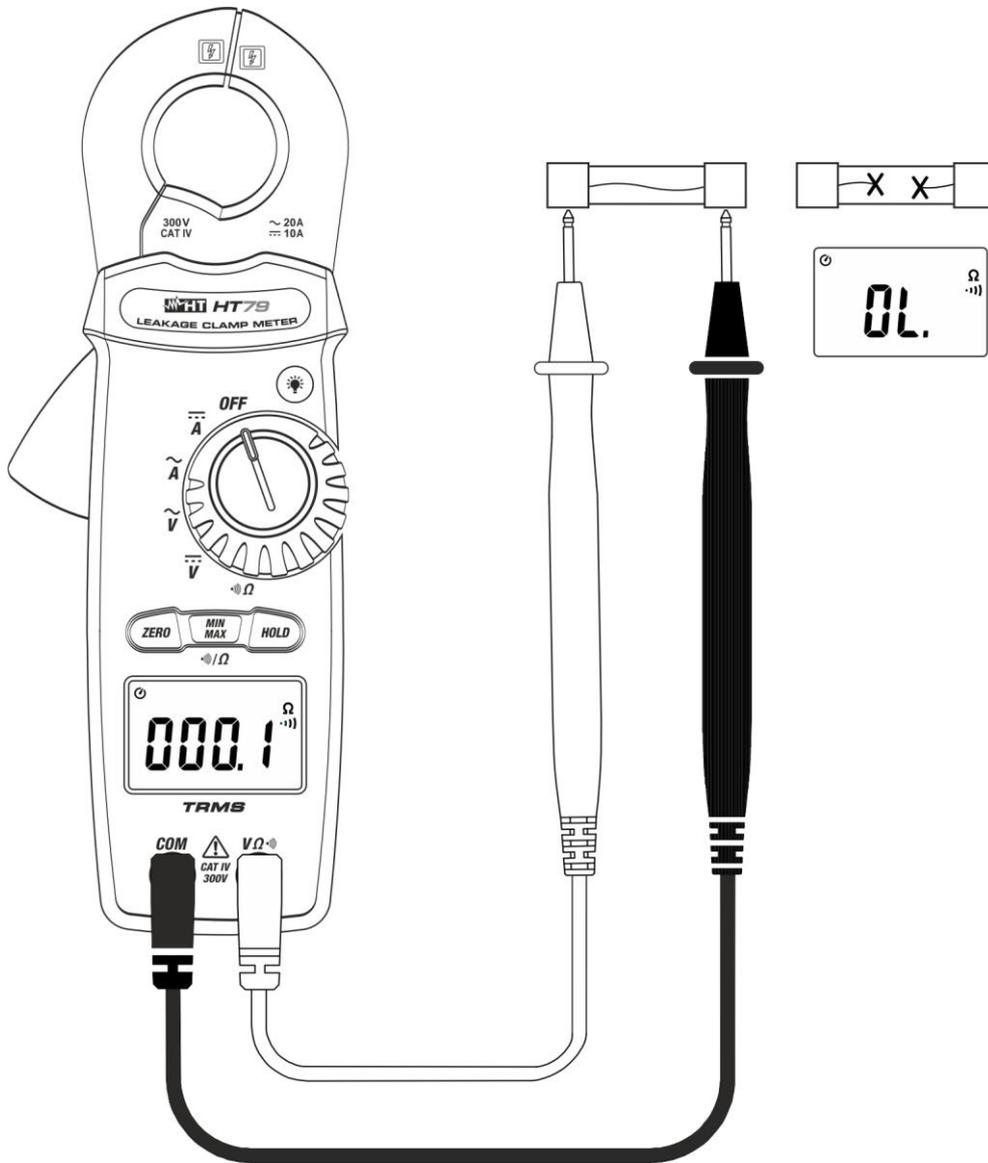

Fig. 7: Uso del instrumento para la prueba de continuidad
3. Inserte el cable rojo en el terminal de entrada **V Ω** y el cable negro en el terminal de entrada **COM** y realice la prueba de continuidad sobre el objeto en prueba (vea la Fig. 7). El zumbador emite una señal acústica cuando el valor de la resistencia medida es inferior a aproximadamente 100 Ω